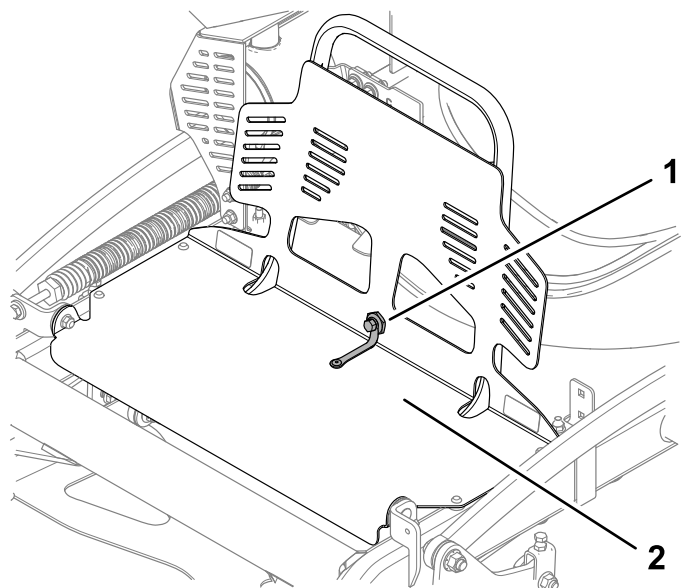

Figure 1
1. Retirez le boulon et l'écrou à épaulement qui fixent la protection du moteur à l'extension de la protection (Figure 1).